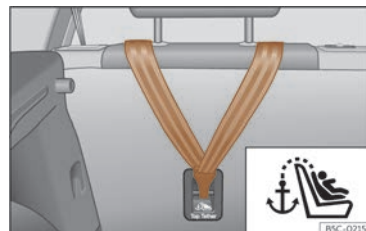
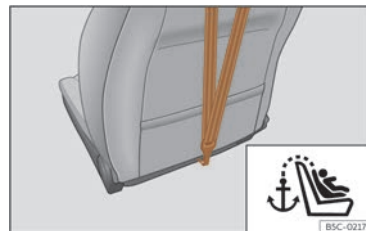

Fig. 57 Part posterior dels seients del darrere: ancoratge per al cinturó Top Tether.
Fig. 58 Part posterior del respall del seient de l'acompanyant: ancoratge per al cinturó Top Tether (no disponible a tots els mercats).
- Feu lliscar la corretja i fixe-la correctament amb l'ancoratge de la part posterior del respall >>> **fig. 57**, >>> **fig. 58**.